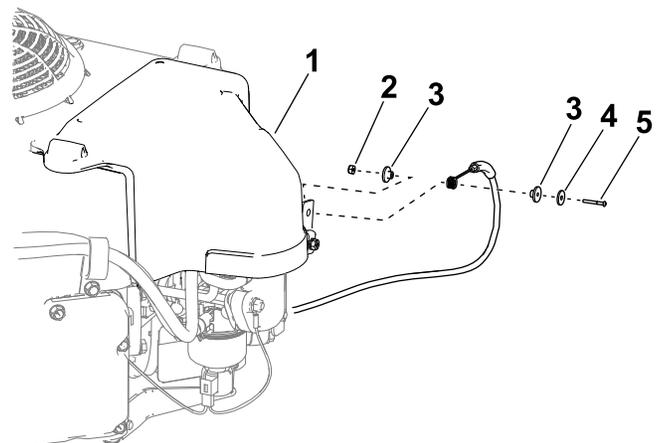

Bild 1
2. Entfernen Sie die Befestigungselemente, mit denen der Chokezug am Motor befestigt ist (**Bild 1**).
2. Verwenden Sie die Schraube, die Distanzstücke, die Unterlegscheibe und die Mutter, um den Chokezug am Chokehebel des Vergasers zu befestigen (Bild 1).